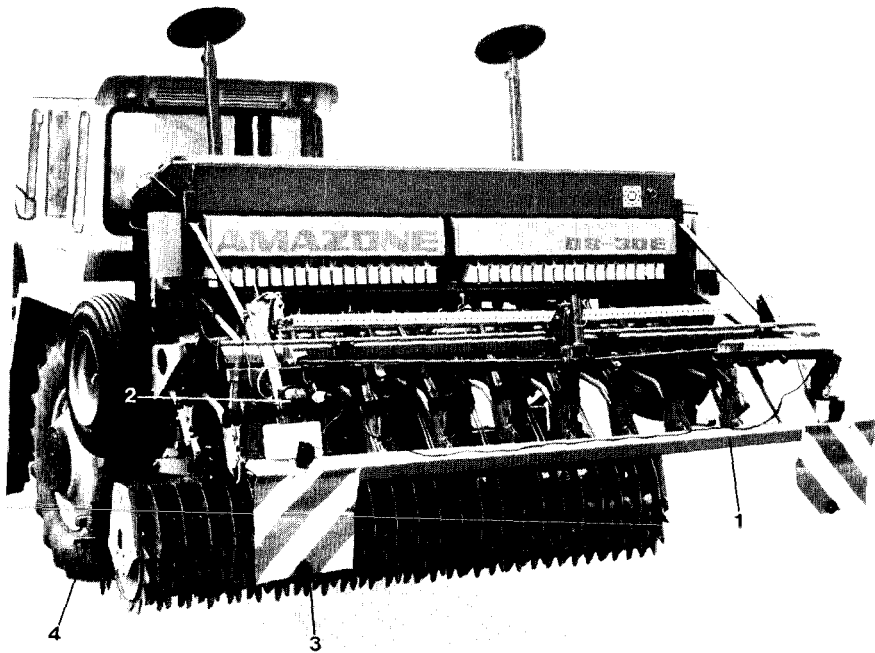

Fig.40
- De naar achter uitstekende tanden van de Exakt-egge moeten met de verkeersveiligheidsbalk (Fig. 40/1) afgeschermd worden (extra uitvoering nummer 32 920). Aan deze verkeersveiligheidsbalk zijn ook steunen voor het opsteken van de verlichting (Fig. 40/2) met reflectors (Fig. 40/3), die maximaal 90 cm. boven de rijweg mogen uitkomen.
- De afstand van de bovenkant van de achterlichten (Fig. 40/2) tot de rijweg mag maximaal 155 cm. zijn. Deze afstand moet ook worden aangehouden wanneer een combinatie van een zaaimachine met een AMAZONE „Huckepack“ koppelframe (Fig. 40) wordt vervoerd.
Vergeet niet de verlichting op functioneren te beproeven. Wordt de zaaimachine in combinatie met een schudegge gebruikt, dan moeten de buitenste Exakt-egge elementen (Fig. 40/4) en de kantscharen van de schudegge in transportstand gebracht worden (zie hiervoor de bedrijfshandleiding van de RE-schudeggen).